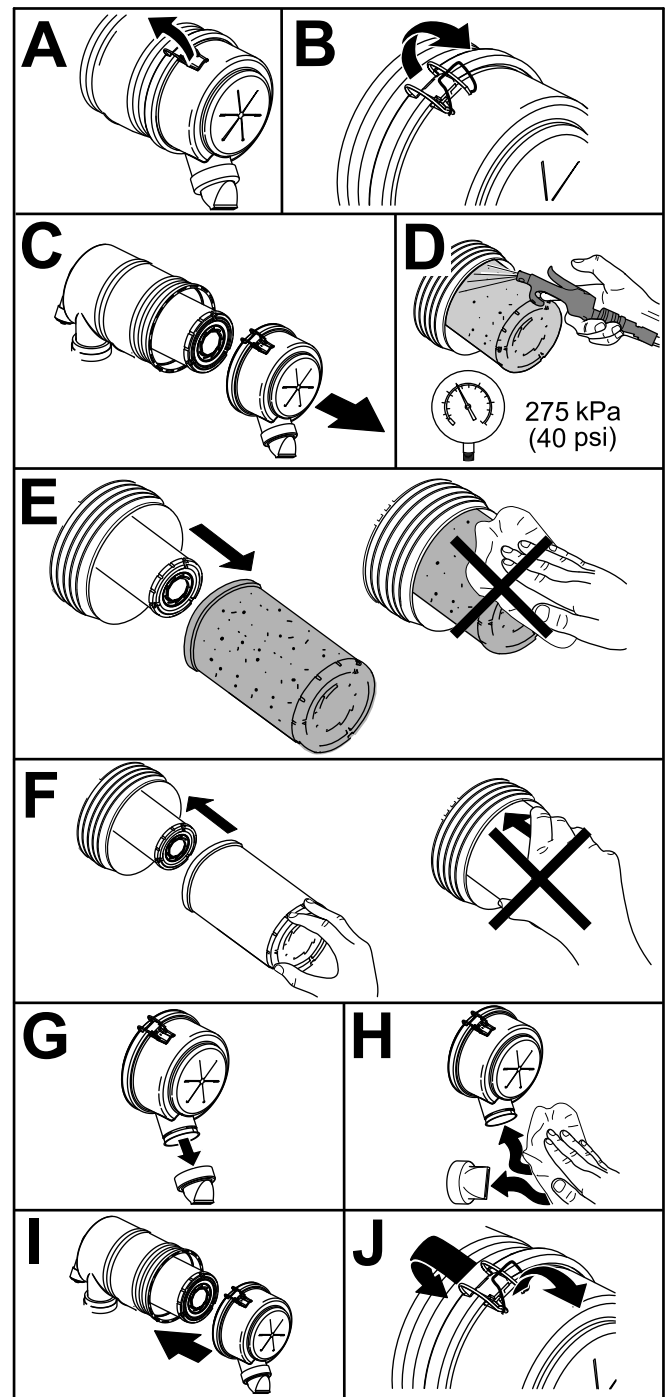

Figura 54
1. Cambie el elemento del filtro de aire (Figura 54).